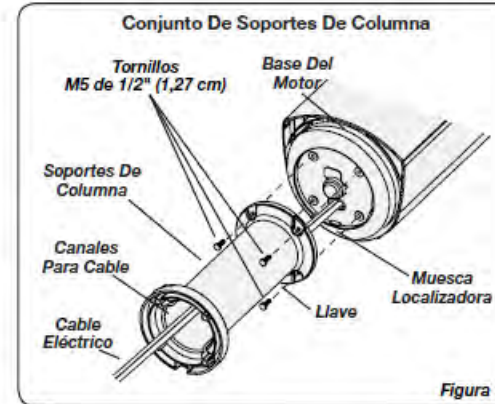

Figura 1
2. Localice el **Cable Eléctrico** en la parte inferior del Ventilador. Coloque el **Cable Eléctrico** en los **Canales Para Cable** de los **Soportes De Columna**. (*Figura 1*)
3. Una el **Conjunto De Soportes De Columna** a la **Base Del Motor** con (4) **Tornillos M5 de 1/2" (1,27 cm)** de largo. Cerciórese de alinear la **Llave** del **Conjunto De Soportes De Columna** con la **Muesca Localizadora** de la **Base Del Motor**. (*Figura 1*)